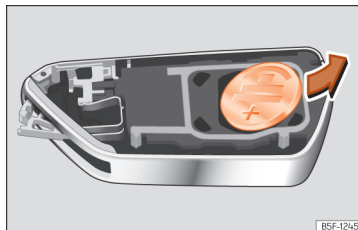

Abb. 71 Fahrzeugschlüssel: Batterie herausnehmen.
- Batterie mit einem geeigneten dünnen Gegenstand aus dem Batteriefach hebeln » » [Abb. 71].
- Neue Batterie einsetzen und in das Batteriefach drücken » » ①.